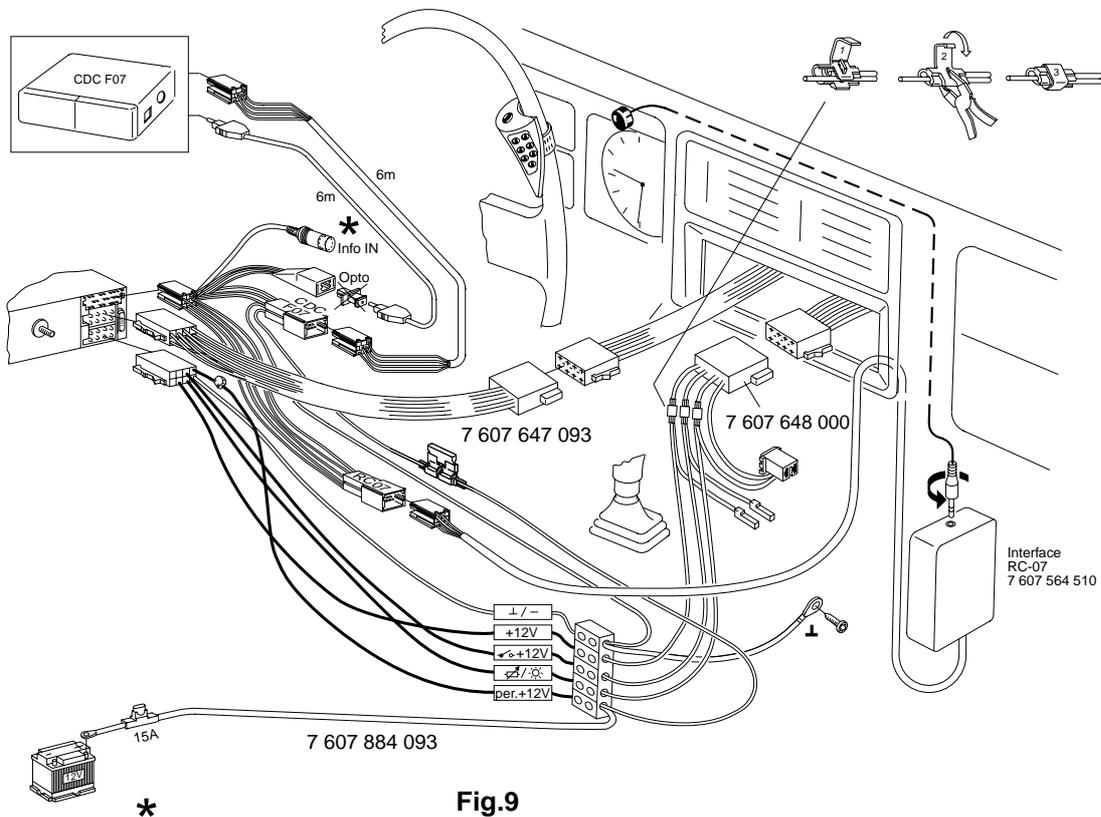

Fig.9
- Anschluß IR-Fernbedienung RC-07 Fig. 9